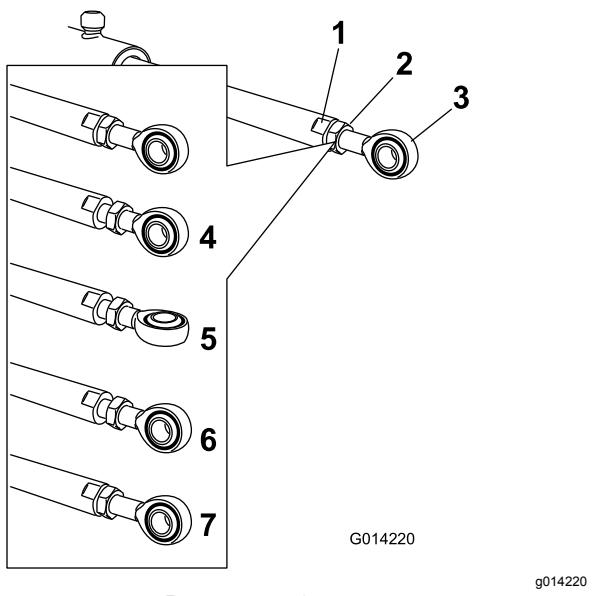

Рисунок 59
6. Поверните шток с проушиной в штоке привода, чтобы сократить или удлинить привод для установки в требуемое положение (Рисунок 59).